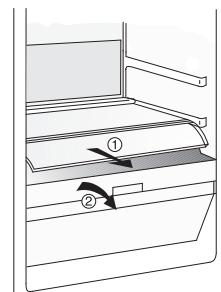

Fig. 2
- Retirez le compartiment (voir **Fig. 2**).